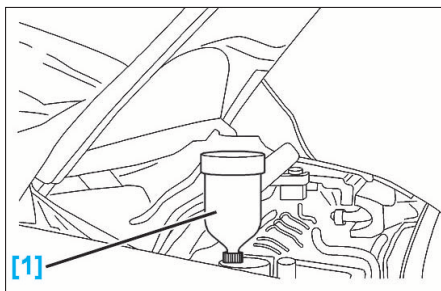

FIG. 30
OUTILLAGE NÉCESSAIRE (Fig.30)
- Placer un appareil de remplissage par gravité (cylindre de charge) [1] à la place du bouchon sur le vase d'expansion (Fig.30).